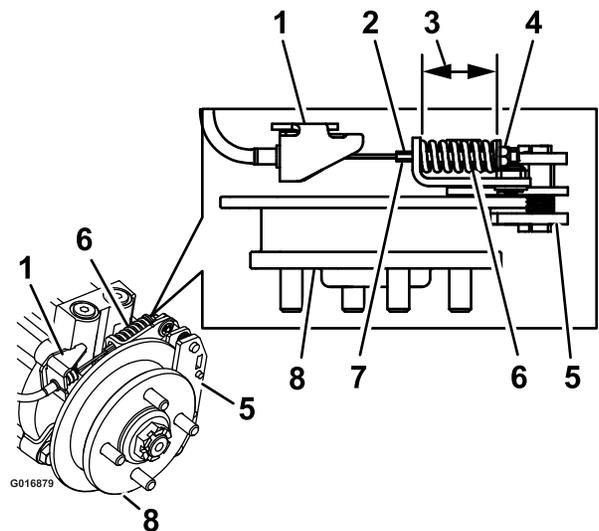

Figura 72
9. Sujete el extremo de la varilla roscada con una herramienta y ajuste la contratuerca hasta que el muelle mida de 1-1/2 a 1-9/16 pulgada (3.8 a 4.0 cm) (Figura 72). No deje que el cable gire mientras se aflojan las tuercas.